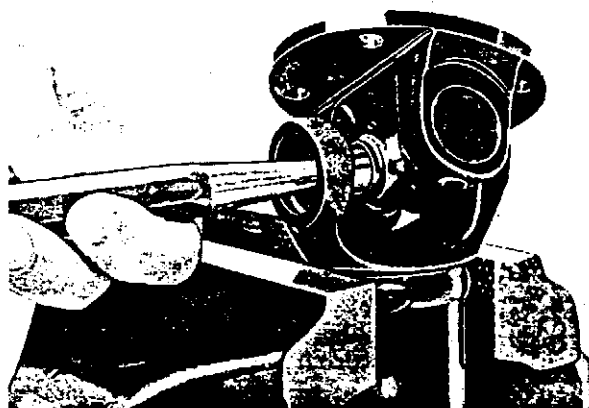

Abb. 13 Vortreiben des Nadelkäfigs, Ausf. II
5. Den gegenüberliegenden Nadelkäfig gemäß Abb. 13 vortreiben und auf entsprechende Weise aus der Gabel herausziehen.